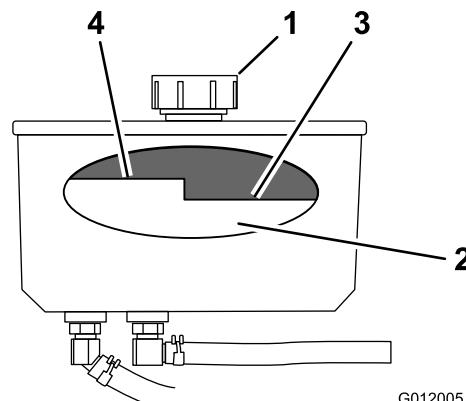

図 72
4. 油圧オイルタンクの注油口周辺をきれいに拭く 図 72。
5. 給油口からキャップを取る 図 72。
注 オイルが暖かいとき、高温時FULLレベルの下まであれば適正である図72。